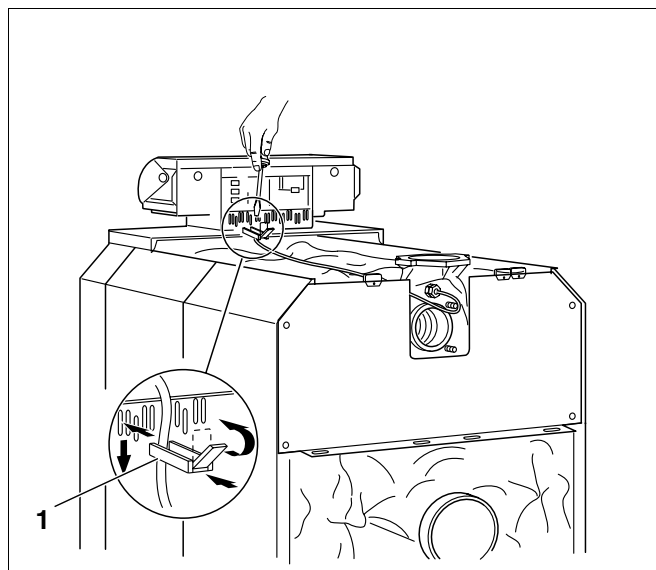

Fig. 62 Fixation des câbles de raccordement électrique
- Introduire les serre-câbles avec leurs câbles dans le cadre de serrage et fixer en basculant le levier (fig. 62, **pos. 1**).